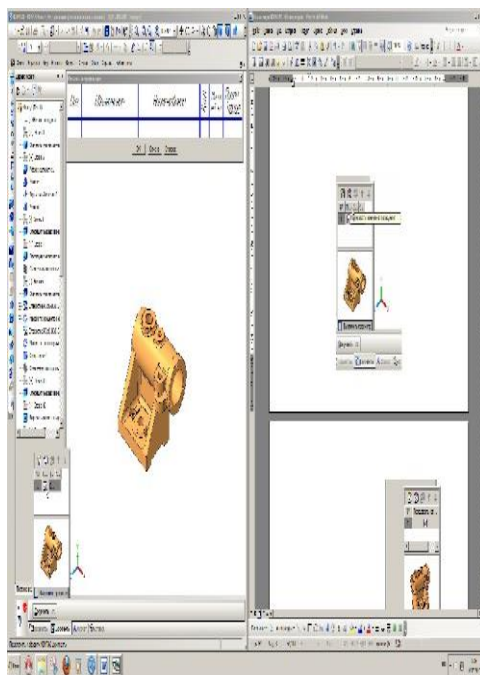

Рис. 39
• в окне выбора файла укажите файл **ЦУС.000.001 - Корпус.m3d**, подтвердите использование данных документа, включите галочку **Передавать изменения в документ** (рис. 39) и нажмите кнопку  **Создать объект** – система создаст объект спецификации с ранее введенными обозначением и наименованием.